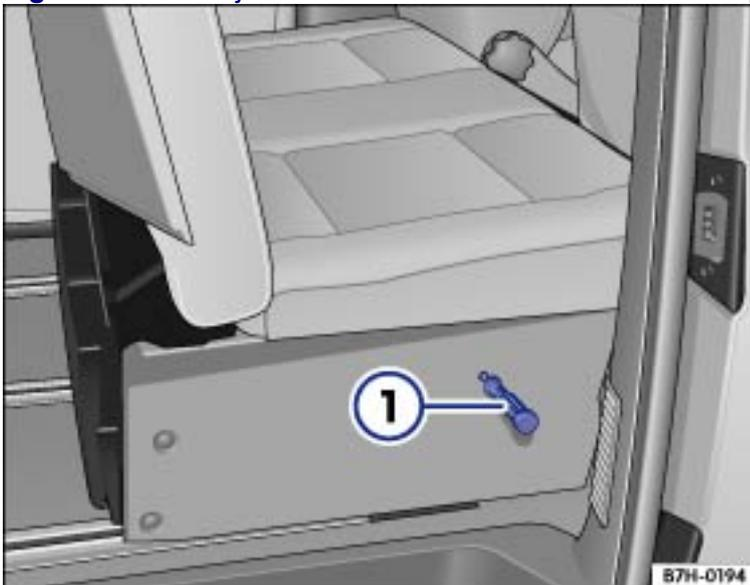

Fig. 11 Mécanisme de verrouillage de la banquette-couchette bloqué par un tournevis ①
- Insérez le tournevis dans l'alésage de la banquette-couchette ⇒ Fig. 11① pour bloquer le mécanisme de verrouillage de la banquette-couchette.